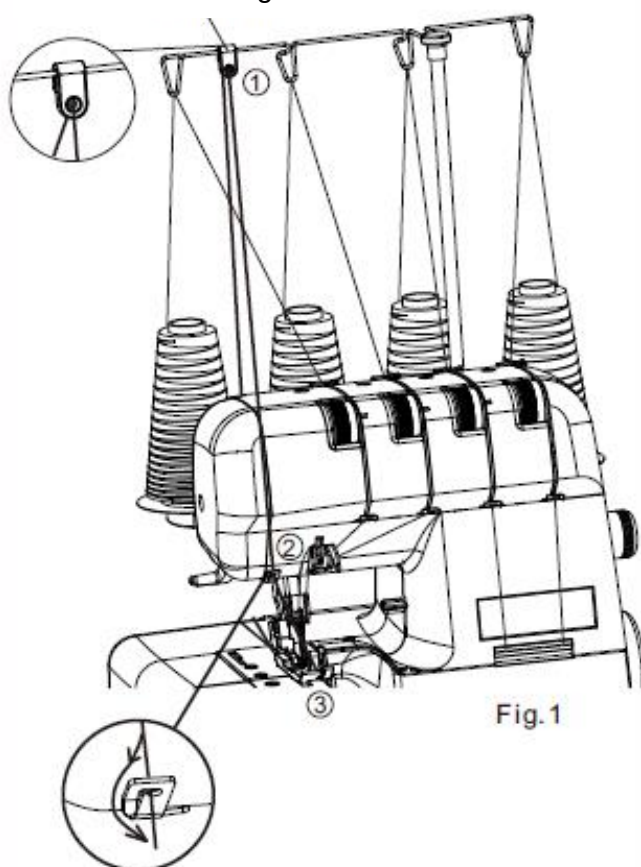

Fig.1
IMPORTANT : Si nécessaire, réglez la longueur de point et la largeur de coupe. S'il vous plaît assurer l'insérer profondément comme illustré sur la figure 1.
Tournez pour cela le sélecteur de largeur de coupe vers la droite. (Fig.1,2)
3. Tournez le tissu, abaissez le pied presseur et commencez à coudre dans la nouvelle direction. Fig. 1.
1. Appuyez sur le guide-fil amovible, dans votre kit d'accessoires sur la tige de guide-fil (fig. 1).
2. Placez un fil de renfort, tel qu'un coton à crochet, un fil de laine, un fil à tricoter, ou un cordonnet froncé et élastique à l'arrière des porte-bobines de la machine. Passez le fil dans les guide-fils (1) et (2), puis dans le guide-fil d'aiguille gauche (3). Voir figure 1.